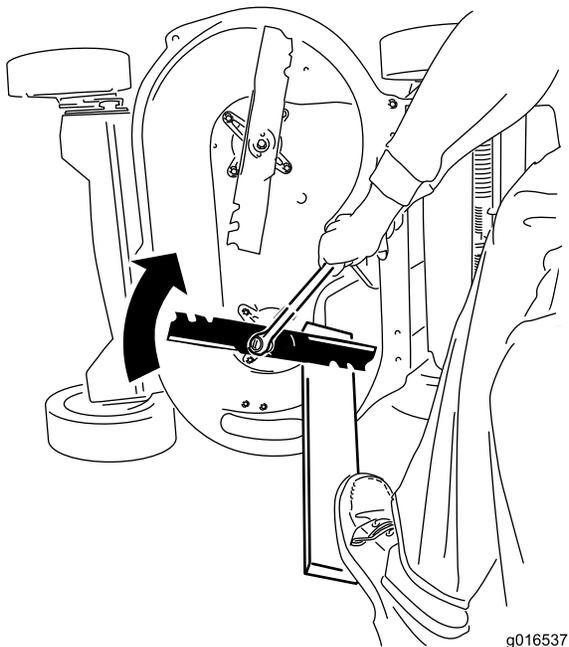

Figure 45
- Immobilisez chaque lame avec une planche et vissez le boulon de lame dans le sens horaire à l'aide d'une clé dynamométrique, comme illustré à la Figure 45 ; serrez le boulon de lame à 82 Nm.